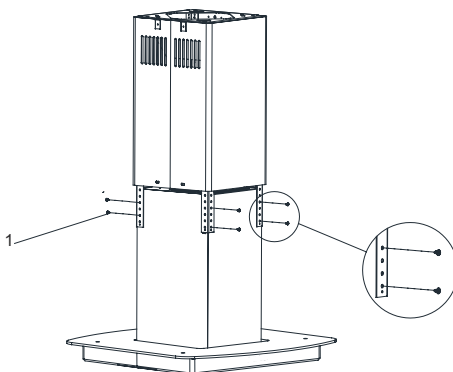

Fig. 9
1. ➤ Fjern den ene 3,5 x 9,5 skrue som fastholder skorstenen (Fig. 9).
2. ➤ Løft skorstenen op og skru motorkassen fast til stængerne med 3,5 x 9,5 skruer (Fig. 9/1).